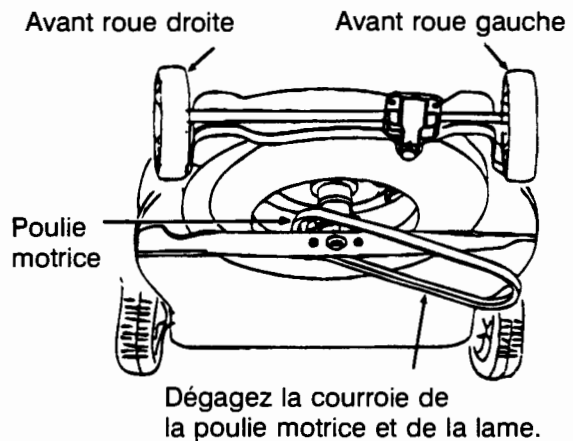

Figure 15
- Dégagez la courroie de la poulie motrice et de la lame. Voir la Figure 15.